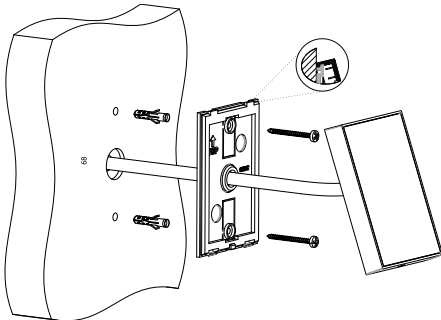

Fig. 2 : Installation du lecteur de carte
3. Alignez le lecteur sur l'en marche supérieure du support de montage (Figure 2) et enclenchez-le.
4. Fixez ensuite le lecteur de carte à l'aide de la vis de blocage (4)